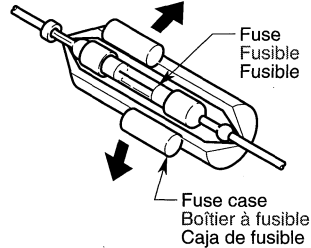

Figure 10 / Figure10 / Figura 10
4. To replace the fuse, open the lock on the source unit side, remove the old fuse and insert the new one. (Figure 10)
4. Pour remplacer le fusible, ouvrir le loquet sur le côté de l'appareil pilote, retirer l'ancien fusible et insérer le fusible neuf. (Figure 10)